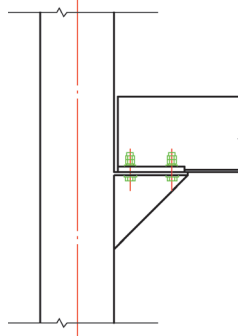

图2 立柱柱身与横梁的连接
2) 立柱柱身与横梁的连接, 采用专用压板通过M16mm×70mm高强螺栓联接, 双螺母锁紧(见图2)。